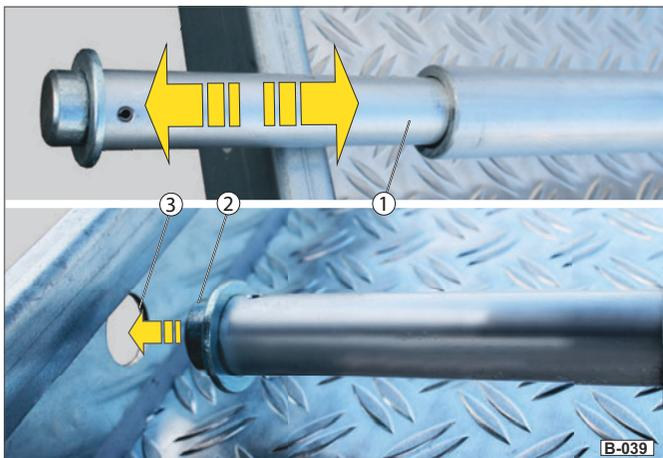

Abb. 45 Radstopper einsetzen
- ▶ Stecken Sie den Zapfen (Abb. 45/2) der gefederten Seite (Abb. 45/1) in die Lochung der Stahlschürze (Abb. 45/3).